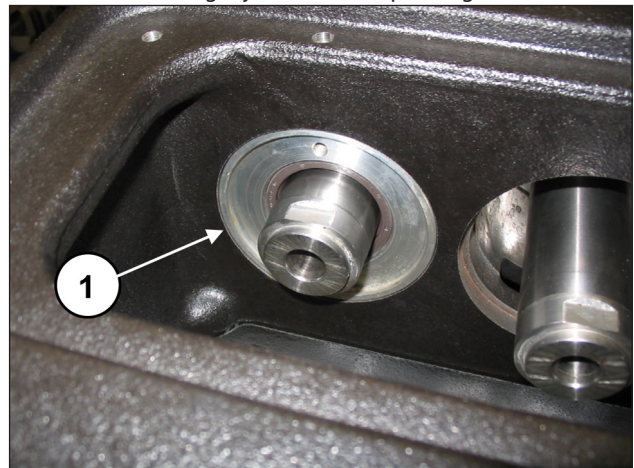
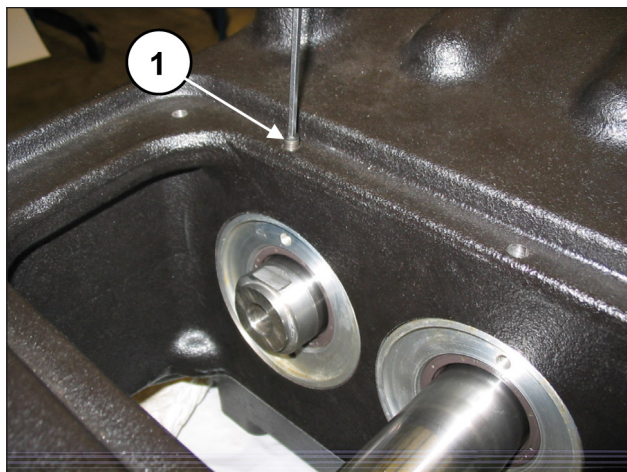

Fig. 97
Fig. 98
S'assurer que le couvercle entre à fond dans le logement (rep. ①, Fig. 97) en ayant soin de ne pas endommager la lèvre du joint d'étanchéité radial. Visser les couvercles du joint d'huile à l'aide de 2 goujons M6x30 (rep. ①, Fig. 98).